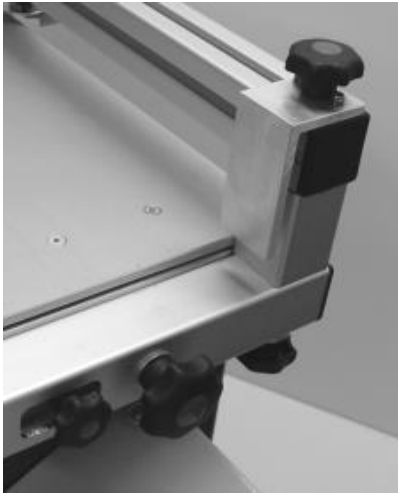

Bild 37
2. Endanschläge müssen in die „Ruheposition“ gebracht werden (Bild 37)